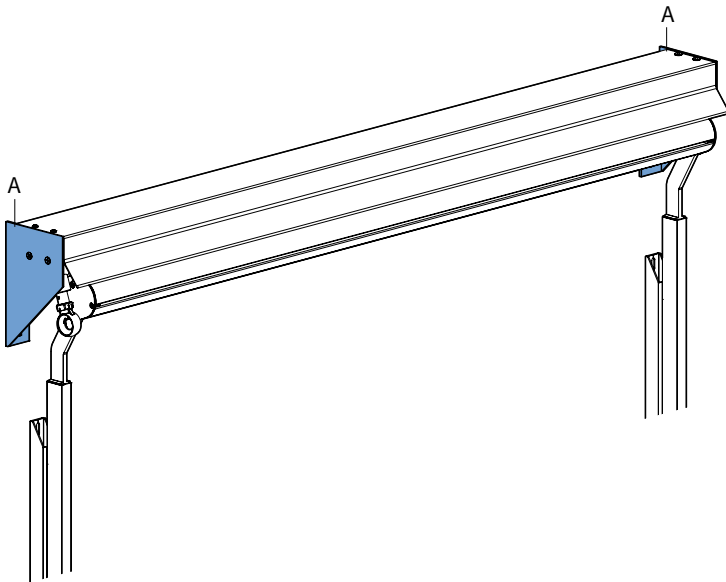

Abb. 1.1 Wandhalterungen Fallarmmarkise
Bei der Montage der Markise müssen die beiden Wandhalterungen (A) sowohl horizontal als auch vertikal wasserwaagen- genau stehen. Siehe Abbildung 1.1 und 1.2 Sie müssen in einer Linie an der Wand anliegen. Bei ungleicher Position der Wandhalterungen (was eine ungleiche Position der Arme zur Folge hat) kann die Markise nicht einwandfrei funktionieren.